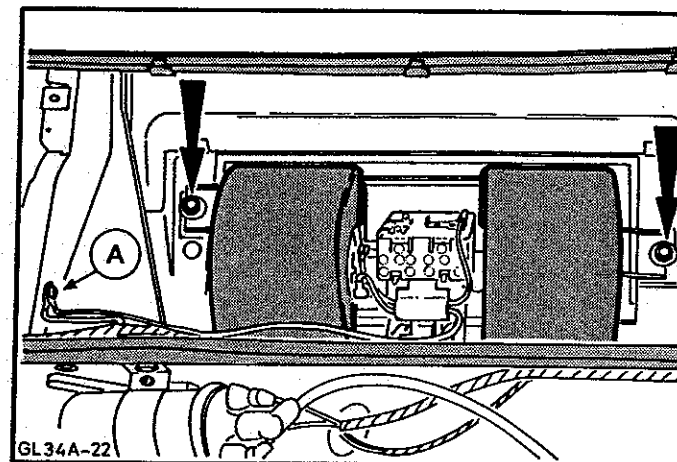

Abb.41 Gebläse einbauen
7. Gebläse komplett einbauen, Abb.41, und Kabel anschließen.